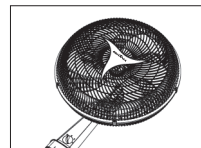

Figura 06
8. Encaixar a grade frontal na grade traseira introduzindo as linguetas nos respectivos alojamentos da grade traseira e observando que o logotipo BRITÂNIA deve ficar na horizontal (**ver figura 06**).